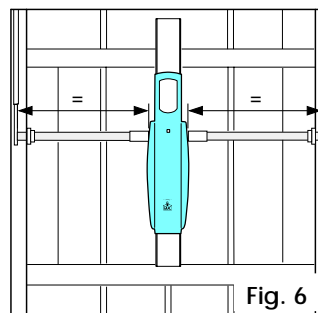
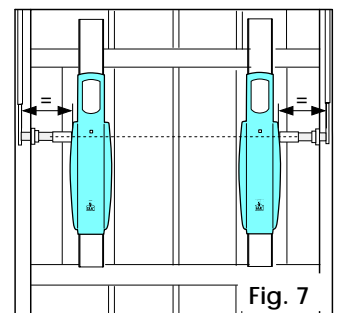

Fig. 6
Fig. 7
Respetando las medidas indicadas en la tabla 1, colocar un solo actuador (550 I) en el centro de la puerta como en la Fig. 6 o dos actuadores (un 550 I y un 550 Slave) a los lados de la puerta, como en la Fig. 7.
5) Engranar los tubos de transmisión en el árbol y cortarlos a medida tal como se ilustra en las Figs. 6 y 7.